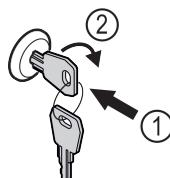

Fig. 240
- Zatlačte kľúč. Fig. 240 (1)
- Otočte kľúč o 90° v smere hodinových ručičiek. Fig. 240 (2)